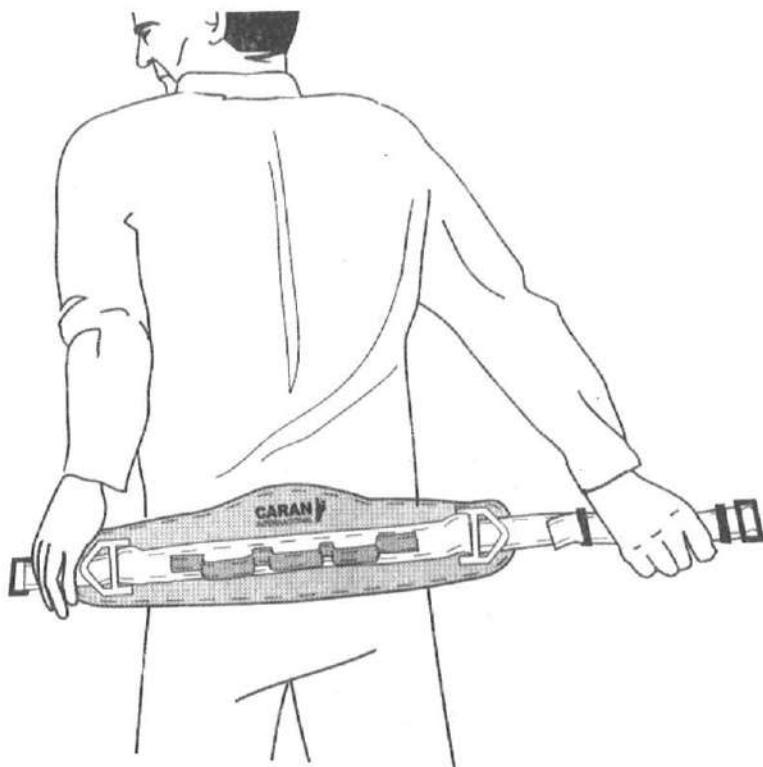

Fig. 3
1. Coloque o cinturão ao redor da cintura de forma tal, que os elementos de enganche (ou o elemento de enganche e o componente de sujeição, caso estiver integrado) fiquem situados no centro da zona lombar. Fig. 3
1. Mettere la cintura intorno alla vita in modo che gli elementi di aggancio (o l'elemento di aggancio e il componente di fissaggio, se è integrato) rimangano al centro della zona lombare. Fig. 3